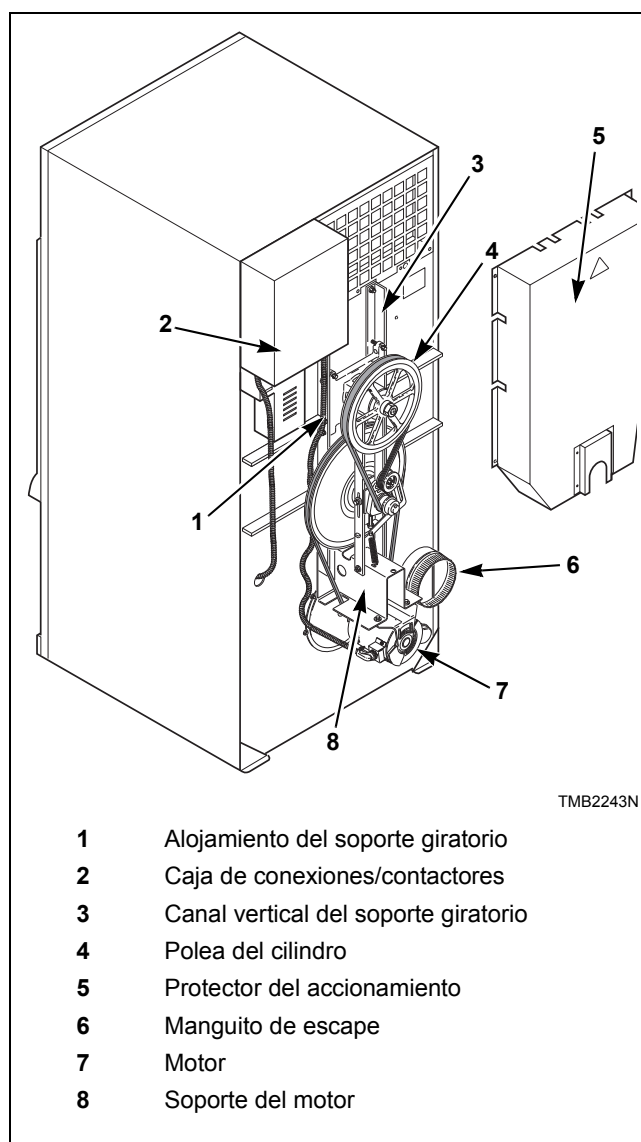

Figura 8
2. Quite el protector del accionamiento. Consulte la *Figura 8*.
3. Quite las correas impulsoras. Consulte la *Figura 8*.
8. Quite el alojamiento del soporte giratorio. Consulte la *Figura 8*.
10. Quite los motores y los soportes de motor. Consulte la *Figura 8*.
12. Quite la caja de empalmes/contactores. Consulte la *Figura 8*.